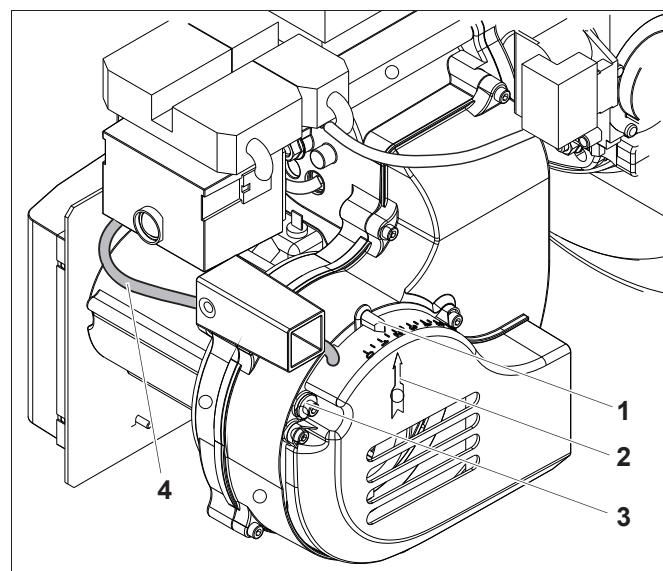

Рис. 24 Проверка положения всасывающего канала (ALF)
- Проверьте установку всасывающего канала (ALF) (рис. 24, **поз. 1**), он должен быть установлен на 1,5. Стрелка (рис. 24, **поз. 2**) указывает правильное положение.
- Проверьте, чтобы винт (рис. 24, **поз. 3**) фиксации ALF (рис. 24, **поз. 1**) был крепко затянут, иначе ALF может сместиться.
- Если ALF не стоит на 1,5, то отверните винт (рис. 24, **поз. 3**) и установите ALF на значение 1,5.
- Затяните винт (рис. 24, **поз. 3**).
- Подключите импульсную линию от кожуха крыльчатки вентилятора (рис. 24, **поз. 4**) к отрицательному полюсу реле контроля давления воздуха.